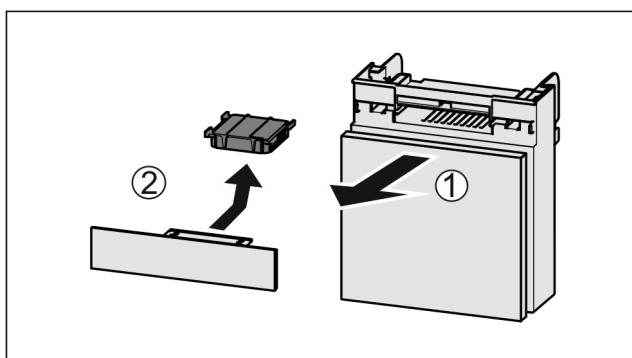

Fig. 172
- ▶ Вытянуть Fig. 172 (1) отделение движением вперед.
- ▶ Извлечение Fig. 172 (2) фильтра с активированным углем.